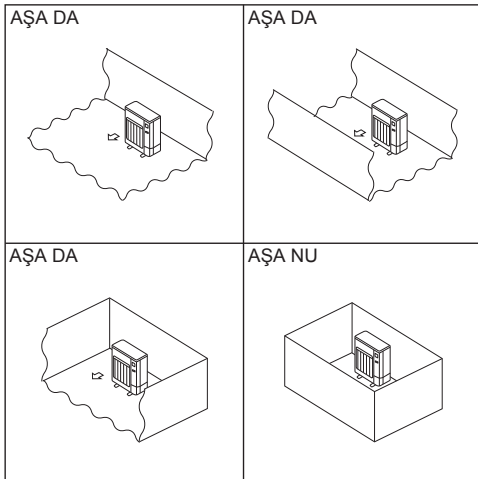

Fig. 2-2
- Ⓒ Instalați unitățile exterioare într-o zonă unde cel puțin una dintre cele patru părți laterale este deschisă și într-un spațiu suficient de mare, fără denivelări. (Fig. 2-2)